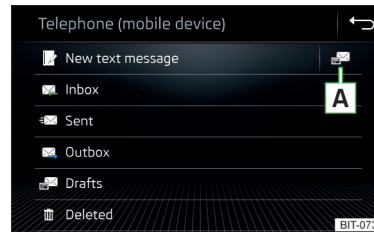

Abb. 197
- › Im Hauptmenü *Telefon* die Funktionsfläche  antippen, es wird das Hauptmenü für Textmitteilungen angezeigt » Abb. 197.
- » **Abb. 197 auf Seite 174.**